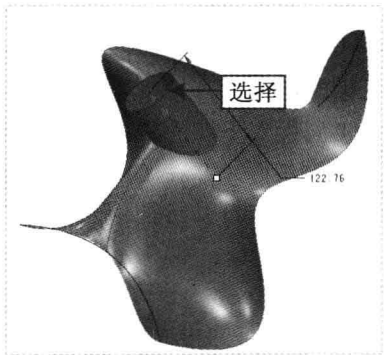

图 10-33 选择草绘图形
Step 02 弹出“拉伸”选项卡，单击“曲面”按钮，在绘图区选择合适的草绘图形，如图 10-33 所示。